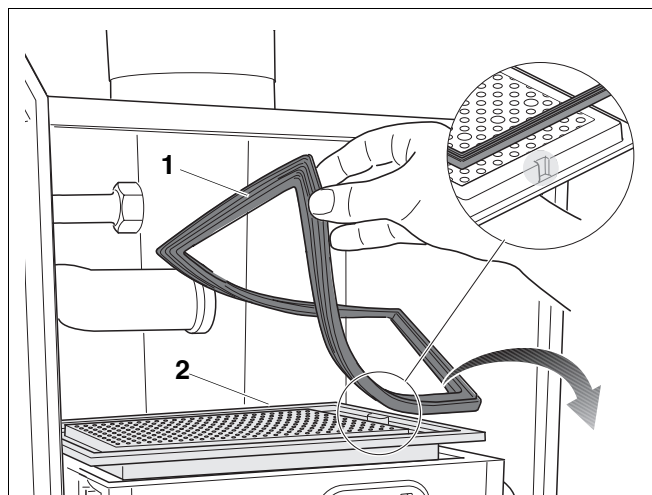

Рис. 116 Демонтаж горелки и уплотнения горелки
- Снять уплотнение горелки (рис. 116, поз. 1) и при необходимости заменить.
- Снять горелку (рис. 116, поз. 2) и очистить сжатым воздухом или мягкой щеткой со всех сторон.
При установке горелки на место следите за тем, чтобы паз находился с правой стороны (рис. 116, лупа).